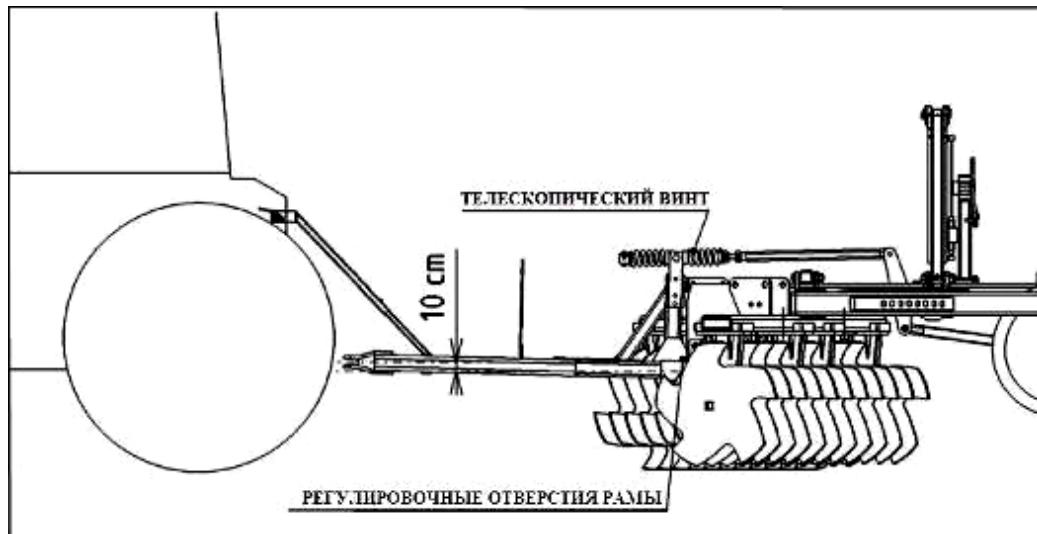

Рисунок 13.
- При работе точка сцепки с трактором должна быть приподнята примерно на 10 см относительно сцепки с дисковой бороной (рис. 13).